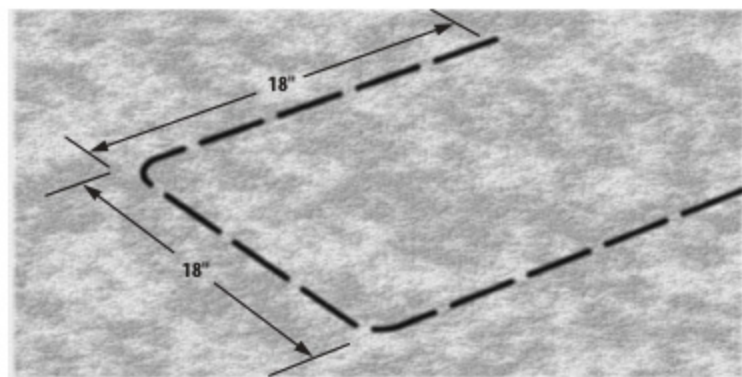
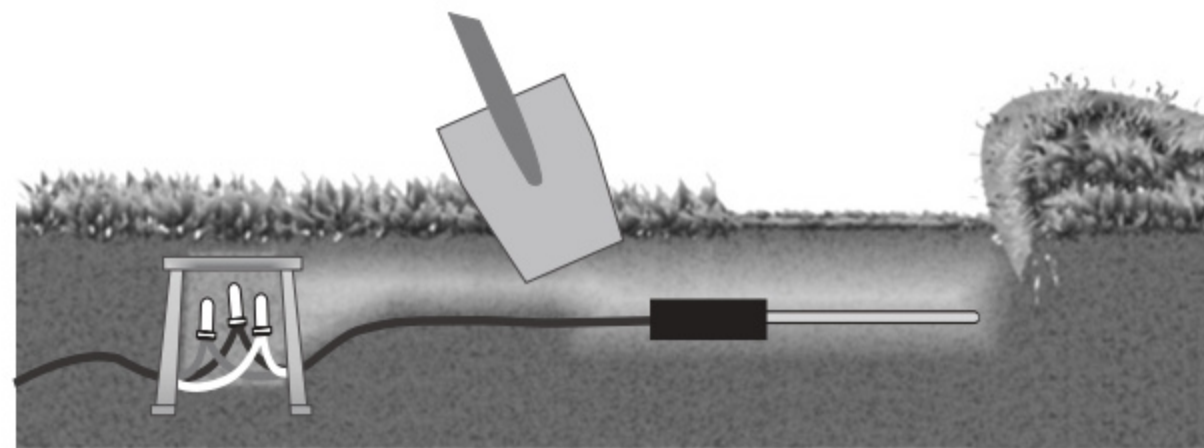

Figure 3
Figure 4
- À l'aide d'une pelle plate, marquer les trois côtés d'un U de 45 cm de côté et 15 cm de profondeur. (voir figure 3). Insérer la pelle sous la pièce de gazon à une profondeur de 10 cm et ramener le gazon en arrière pour laisser apparaître un trou dans le sol de 7 à 10 cm de profondeur. À environ 15 cm d'un côté de cette ouverture, creuser une ouverture et un trou semblables pour accueillir un regard de vanne de 18 cm. Ce regard de vanne (boîte de câblage) sera utilisé pour épisser des câbles additionnels de la sonde au câble de la zone identifié à l'étape 3. Creuser une tranchée depuis la boîte de câblage de 18 cm jusqu'à la base de l'ouverture carrée de 45 cm créée pour la sonde (voir figure 4).